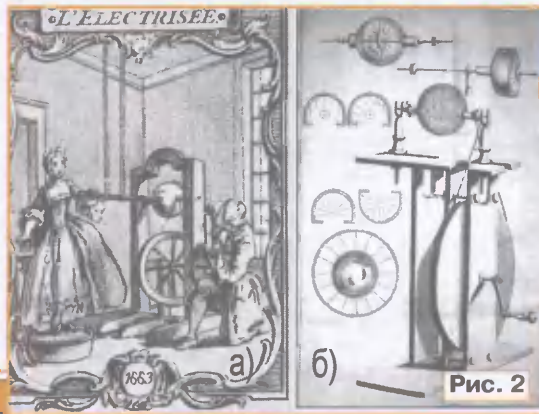

Рис. 2
потрескивающие искры, светящиеся в темноте. В 1705 г. британский ученый Ф. Хуксби (1666—1713) повысил "мощность" генератора Герике, установив в нем стеклянный шар (рис. 2, б).
**1663.** О. фон Герике (1602—1686), обер-бургомистр из Магдебурга (Германия), изготовил первый электростатический генератор — вращающееся от ручного колесного привода шаровое тело из серы, натертое руками (рис. 2, а). Он обнаружил исходящие от заряженного шара